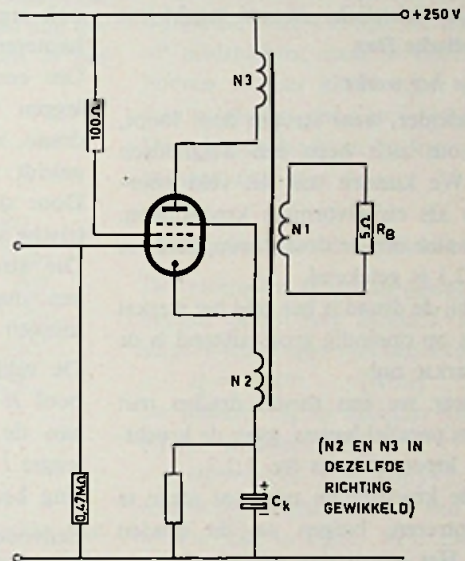

FIG. 13
3. In fig. 13 heeft de buis een steilheid van  $10 \text{ mA/V}$  en een oneindig grote inwendige weerstand. De reactantie van  $C_k$  mag nul worden gesteld. Verder is  $N_1 : N_2 : N_3 = 1 : 3,74 : 33,7$ .